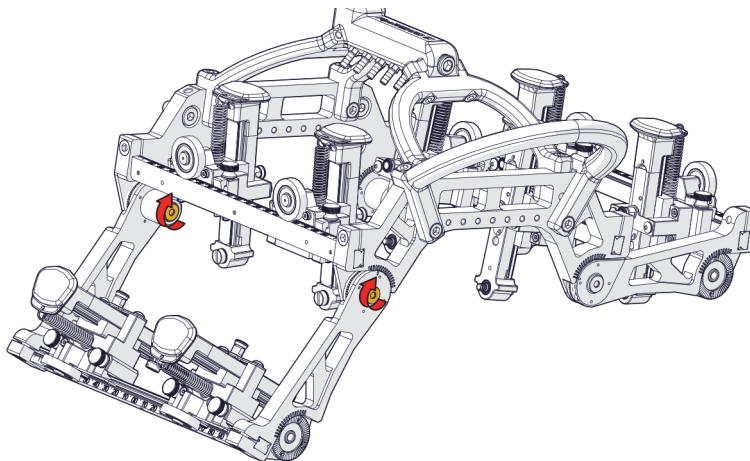

Figura 1-51 Ajuste de los tornillos
4. Ajuste los tornillos, pero no los fije completamente en este paso (ver Figura 1-51 en la página 64).